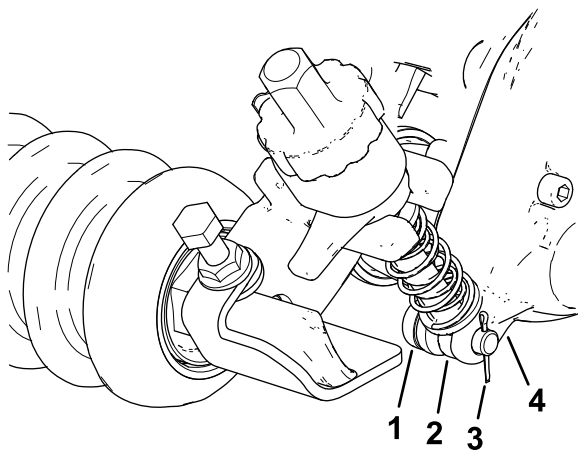

图12
2. 如图12所示在疏草刀驱动箱上将剪草高度支架的调整臂杆滑入驱动箱上的间隙然后用调节销和开口销固定。